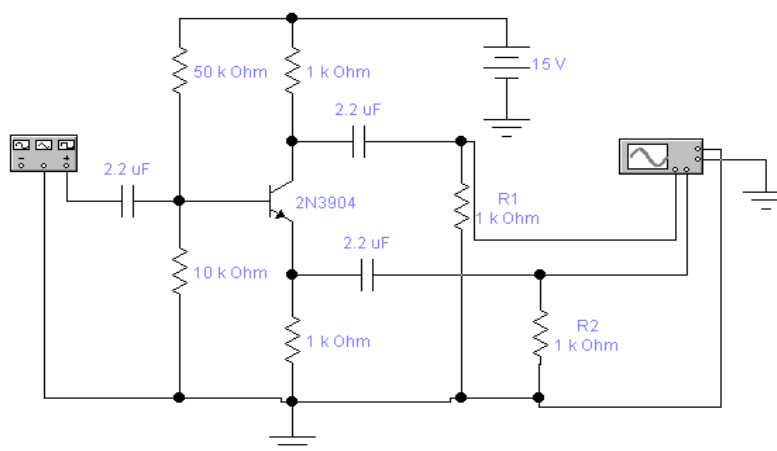

Рисунок 1- Схема для исследования фазоинверсного каскада
1. Соберите схему для исследования фазоинверсного каскада (рисунок 1).